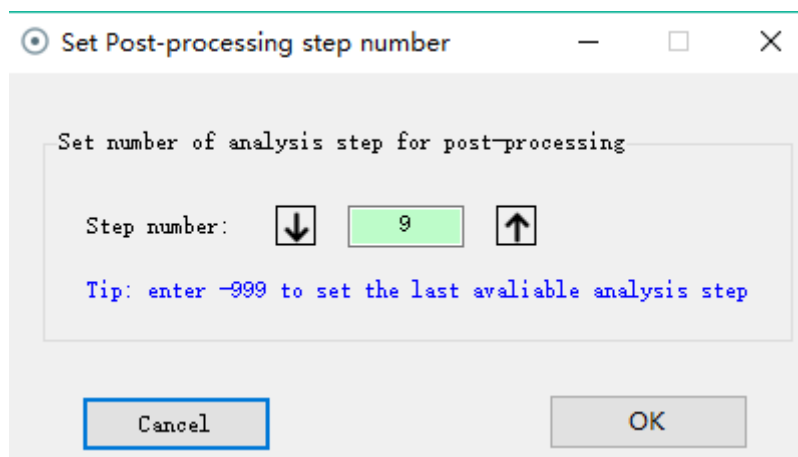
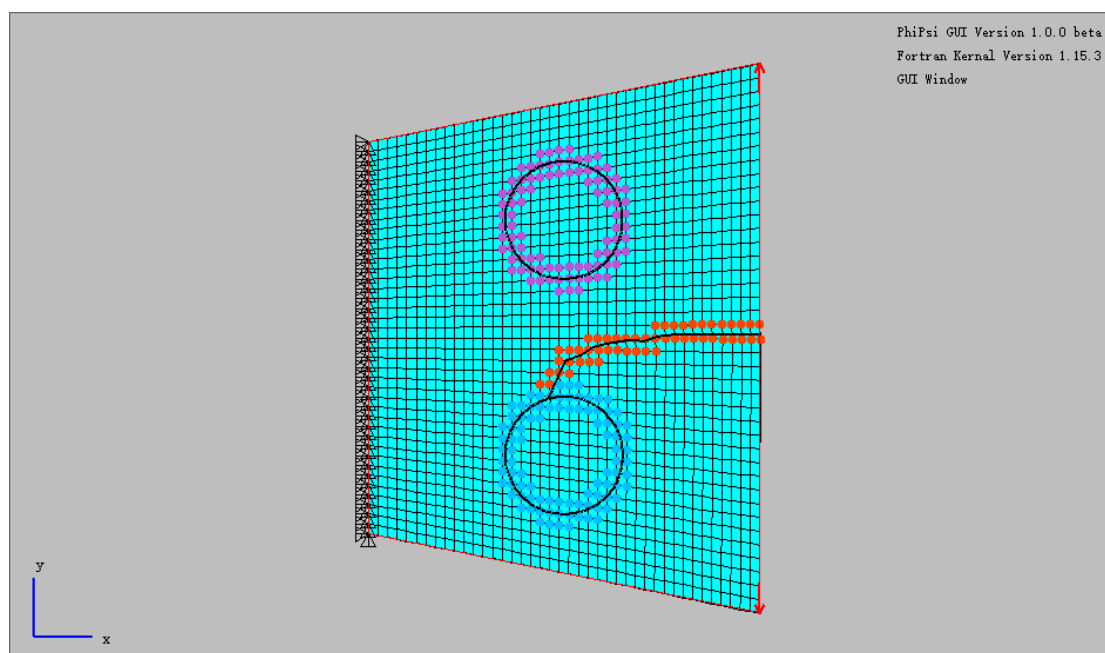

图 30 Set Post-processing step number 对话框软件截图
图 31 网格变形图及增强节点（第 9 个计算步的计算结果）
**Set post-processing step number** 对话框中设置计算步号即可，如图 30 所示。此处设置为 9，单击 **OK** 按钮之后，主窗口将绘制第 9 个计算步的变形网格，如图 31 所示。从图中我们可以看出，裂缝朝着空缺所在方向扩展，而非朝着弹性模量较大的夹杂所在方向。